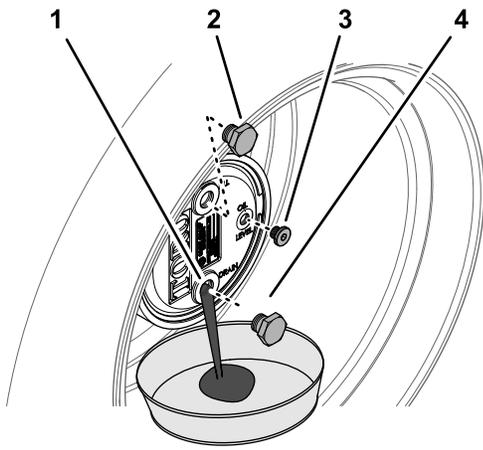

図 101
2. 補給プラグが時計の 12 時を指し、点検プラグが 3 時の位置を指すようにマシンを駐車する 図 101。
3. プラネタリハブの下にオイル回収容器を置き、6時の位置にあるドレンプラグを外してオイルを抜く図 101。
5. プラネタリハウジングのドレン穴にプラグを取り付ける図 101。